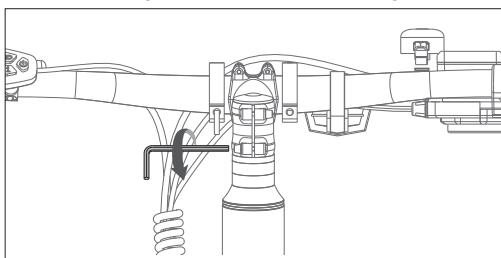

Abbildung 1-3
- Ziehen Sie die Schraube im Uhrzeigersinn fest. Setzen Sie die Gummikappe auf die Spitze des Stiels, wie in (Abbildung 1-3, 1-4) gezeigt.
- Stellen Sie das Instrumentenfeld und die Reflektorenausrichtung auf eine horizontale Position ein, sodass sie in einer geraden Linie sind, wie in (Abbildung 1-3) gezeigt.